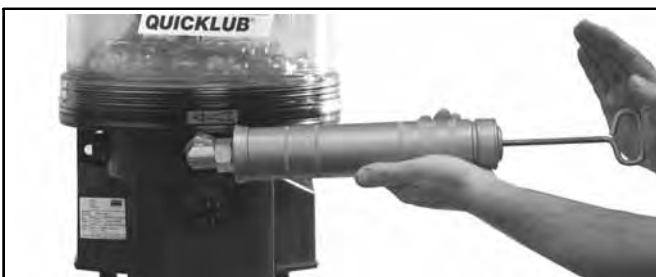

Fig. 9-2 Riempimento manuale del serbatoio (dal basso) T-P2034L-040b08
- Riempire il serbatoio attraverso l'apposito nipplo (vedi fig. 9-1), tramite un raccordo di riempimento per cartucce (vedi fig. 9-2) o, se disponibile, attraverso l'apertura dall'alto fino alla tacca "Max."